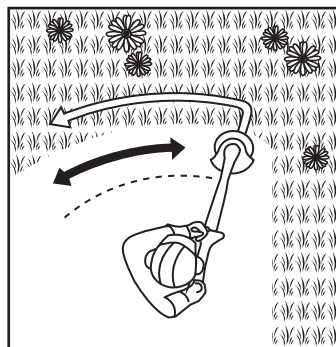

Fig. 9
5. Mova o produto descrevendo um movimento em arco lento e regular, da esquerda para a direita, antes de o deslocar novamente para a posição inicial para aparar a área seguinte (Fig. 9).